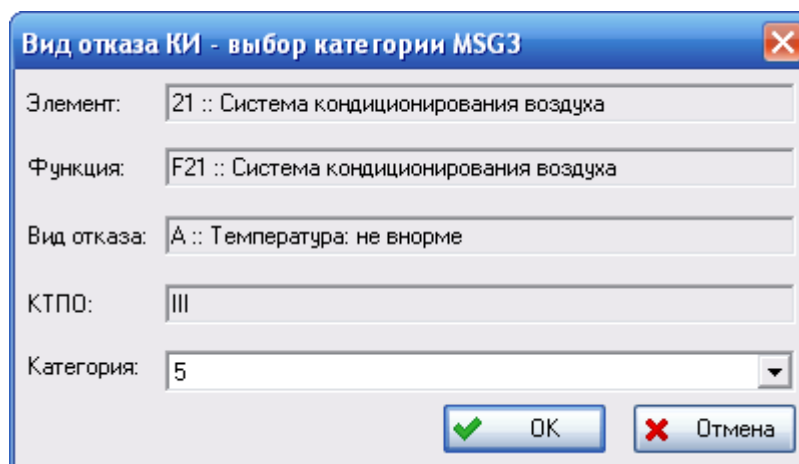

Рис. 3-8
2. На инструментальной панели верхней таблицы нажмите на кнопку **Задать категорию (ATA MSG-3)**. При этом появится диалоговое окно **Вид отказа КИ – выбор категории MSG3** (рис. 3-8).